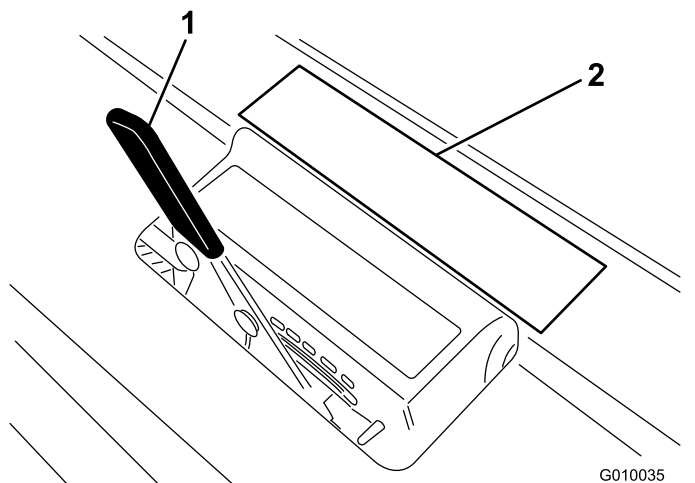

图27
3. 将打孔针平放到打孔针深度标贴上图27一头与所需的打孔深度对齐请参考标贴上的打孔针图示。